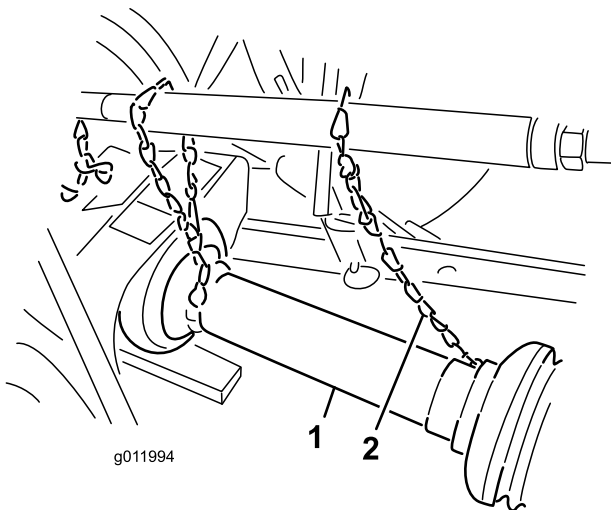

Figura 7
5. Conecte las cadenas de seguridad del protector desde las secciones del árbol de la toma de fuerza hasta los clips soldados de los brazos de enganche o a los protectores de la TDF (Figura 7).